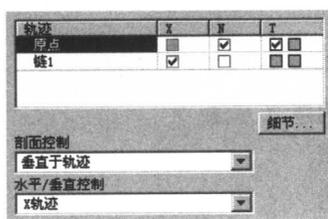

图 1-2
- 参照: 单击【参照】按钮，打开如图 1-2 所示的面板。